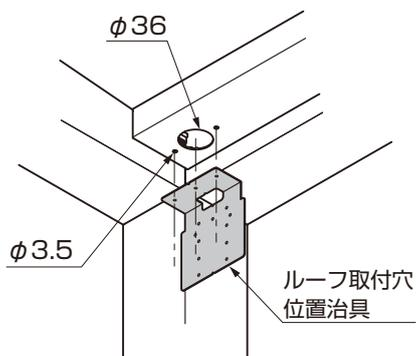

図11-28 A部詳細図
- ルーフ取付穴位置治具の折り曲げ部を樋の入隅部に突き当てると正確に位置出しができます。（図11-28参照）